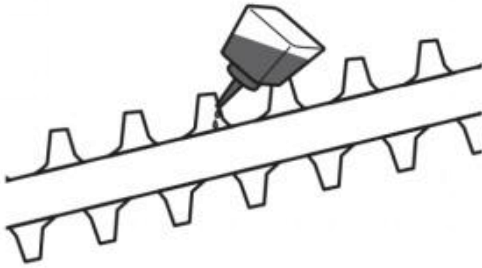

Fig. 76
2. Smeer het snijmes (D3) na elk gebruik om de levensduur van het mes en het product te verlengen. Breng lichte machineolie aan langs de rand van het snijmes (Fig. 76).